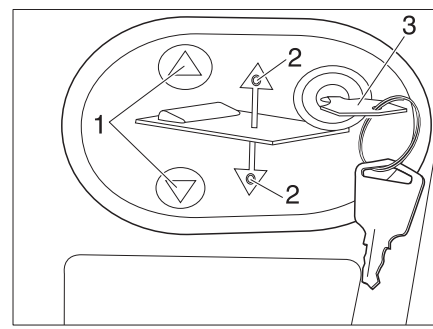

Fig. 163 Panneau de commande pour le lit escamotable électrique
- Insérer la clé (Fig. 163,3) dans le panneau de commande.
- Appuyer sur la touche  ou  (Fig. 163,1) et la maintenir enfoncée. La DEL (Fig. 163,2) respective s'allume et le lit escamotable s'abaisse ou se lève.
- Lorsque la position désirée est atteinte, relâcher la touche  ou  (Fig. 163,1). La DEL (Fig. 163,2) respective s'éteint.
- Retirer la clé (Fig. 163,3).